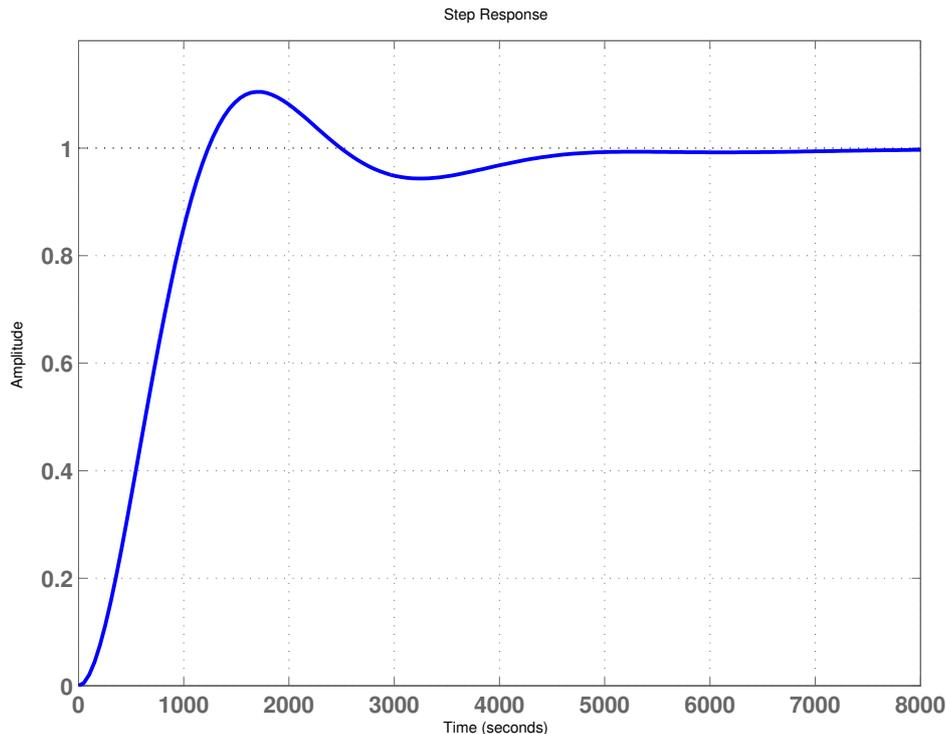

FIGURE 1.10 – Réponse indicielle de l'asservissement
4. La réponse indicielle de l'asservissement est reportée sur la figure 1.10. Commenter les performances dynamiques et en précision de cet asservissement. Comparer le correcteur proportionnel intégral aux correcteurs étudiés précédemment.
5. Pour une consigne qui varie sous forme d'un échelon unité, calculer le 1er dépassement relatif et le temps de réponse à 5% de la réponse. Comparer avec la réponse de la figure 1.10.